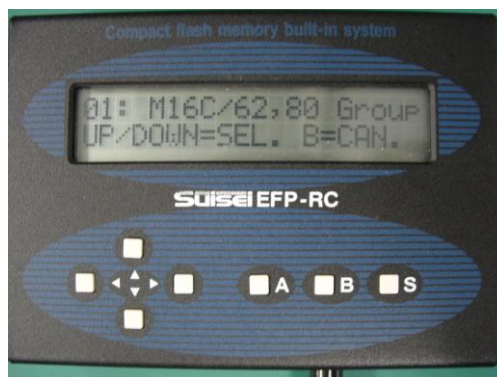

図 5.4 MCU グループ名表示
- ⑤ **A** : MCU グループ名表示 (**B** or 10 秒でメニューに戻る) (図 5.4)